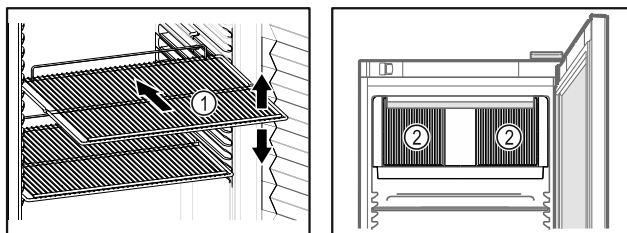

Fig. 71 Ilustratīvs attēlojums Fig. 72
- Ja novietošanas režīji Fig. 71 (1) ir novirzāmi, pielāgojiet tos pēc augstuma.